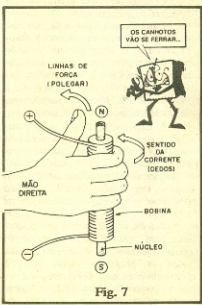

Fig. 7
- FIG. 7 - A "REGRA DA MÃO DIREITA" - Se segurarmos uma bobina com a nossa mão direita (os canchotos podem fazer um esforcinho, mas também dá...), de modo que os dedos apontem para o sentido CONVENCIONAL da corrente (do positivo para o negativo, como já vimos em "Aulas" anteriores...), ao levantarmos o polegar, este indicará o polo magnético NORTE da dita bobina, ou seja: o ferro que está "lá dentro", imantado pela corrente, tem seu polo NORTE na posição indicada pelo polegar do "segurador". Observar que, para o "truque" dar certo, os dedos devem agarrar a bobina "fazendo a mesma curva" que o fio condutor faz, em torno do núcleo...